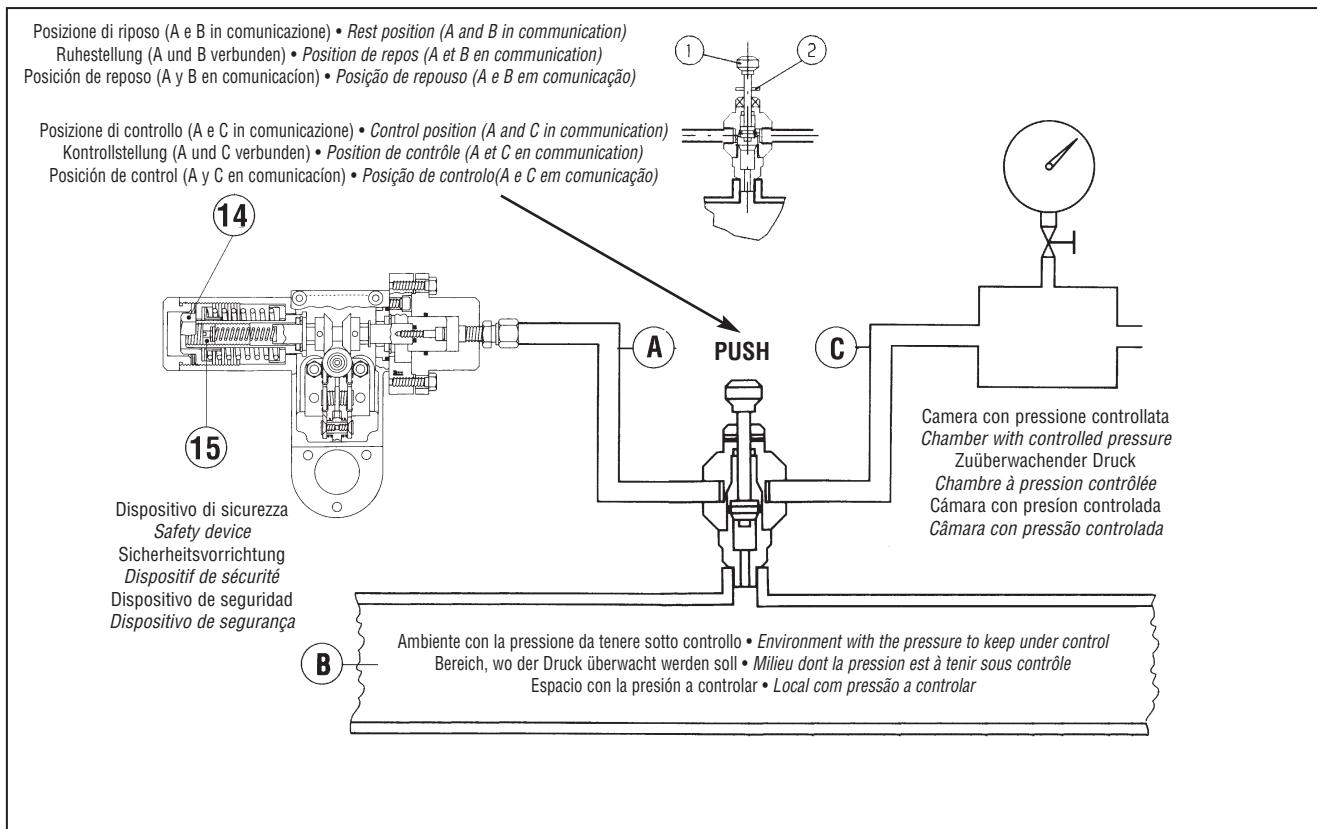

Fig. 22
B) Per dispositivi sprovvisti della valvola "push" (fig. 22) è consigliabile collegare separatamente la testata di comando ad una pressione ausiliaria controllata e ripetere le operazioni qui sopra descritte.
B) On devices without the "push" valve (fig. 22) we recommend separately connecting the control head to a controlled auxiliary pressure and repeat the operations described above.
B) Bei Anlagen ohne Prüfventil "Push" (Abb. 22): Impulsleitung lösen und Prüfleitung am SAV-seitigen Anschluß anschließen; weiteres Vorgehen wie oben beschrieben.
B) Pour les dispositif sans vanne "push" (fig. 22) il est conseillé de brancher séparément la tête de commande à une pression auxiliaire contrôlée. Répéter les opérations décrites ci dessus.
B) Respecto a los dispositivos no provistos de la válvula "push" (fig. 22), se aconseja conectar por separado la cabeza de mando con una presión auxiliar controlada, y repetir las operaciones descritas más arriba.
B) Para instalações sem a válv. "push", ligar directamente a fonte exterior de pressão ao prato da válv. de segurança (fig. 22) e proceder como descrito anteriormente.